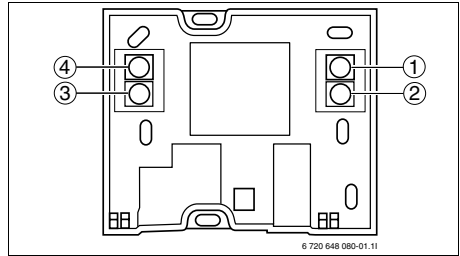
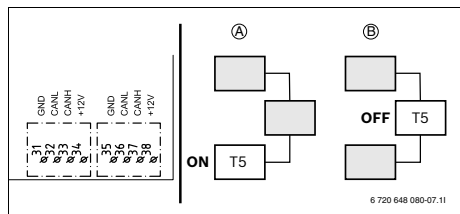

Bild 50 Aansluitingen
Bild 52 Afsluiting CANbus LCD
► Controleer of de vier kabels volgens ( Afbeelding 50) zijn aangesloten op contacten.
- Sluit de kamersensor zorgvuldig op de juiste wijze aan zodat +12V, CANH, CANL en GND volgens (Afbeelding 50) worden aangesloten op de corresponderende aansluitingen ([31-34] of [35-38]) op de printplaat (Afbeelding 52). Zie het bedradingsschema. Externe aansluitingen in het installatiehandboek van de verwarmingspomp. Zie het installatiehandboek van de verwarmingspomp voor een beschrijving van kamersensor CANbus LCD.